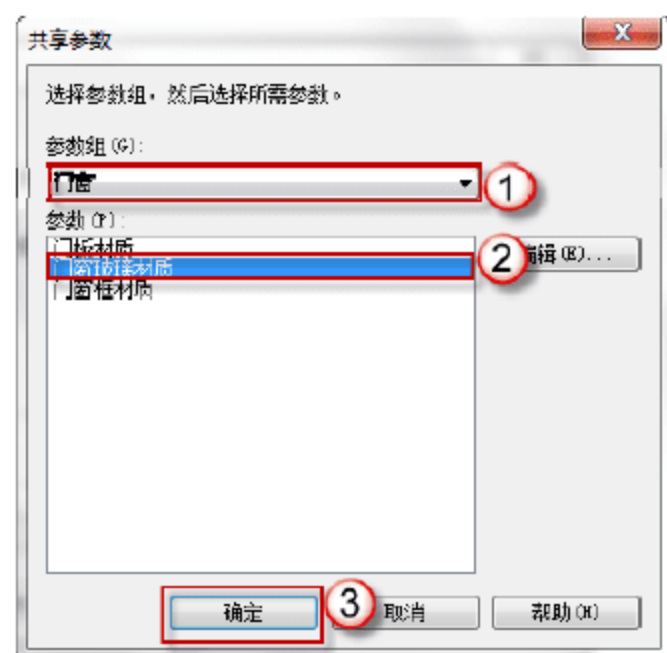

图 7.2.45 修改 MQ7196 转角幕墙窗户玻璃的可见性 图 7.2.46 编辑 MQ7196 转角幕墙窗户玻璃材质
(19) 修改 MQ7196 转角幕墙窗户玻璃的可见性。在“属性”面板中,单击“图形”栏“可见性/图形替换”后的“编辑”按钮,弹出“族图元可见性设置”对话框,取消“平面/天花板平面视图”和“当在平面/天花板平面视图被剖切时(如果类别允许)”复选框的选择,单击“确定”按钮,如图 7.2.45 所示。